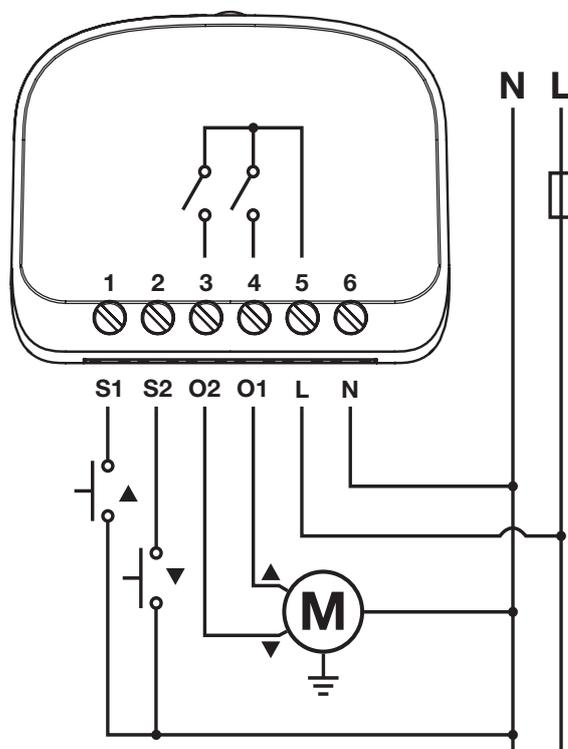

fig.1 Diagrama de cablagem do BiDi-Shutter
1.	Premir e manter premido o botão de programação (fig. 1).
2.	Soltar o botão de programação (fig. 1) quando o LED se iluminar com a cor vermelha (1ª posição).
2.	Soltar o botão de programação (fig. 1) quando o LED se ilumina com a cor laranja (2ª posição).
2.	Solte o botão de programação (fig. 1) quando o LED acender na cor azul (3ª posição).
2.	Soltar o botão de programação (fig. 1) quando o LED se iluminar com a cor azul (3ª posição).